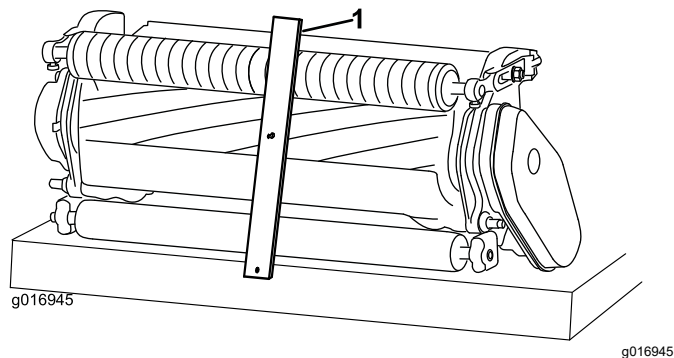

Figura 10
2. Prenda a cabeça do parafuso ao indicador da altura de corte no lado direito da extremidade cortante da lâmina de corte e apoie a extremidade traseira da barra no rolo traseiro (**Figura 10**).